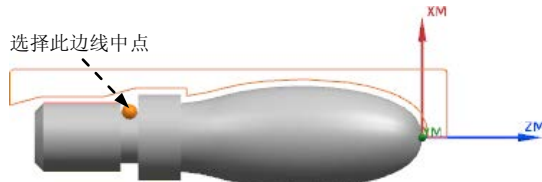

图 4.7 选择参照点
Step2. 单击**切削区域**右侧的“编辑”按钮 , 系统弹出“切削区域”对话框。在**轴向修剪平面 1**区域**限制选项**下拉列表中选择 **点** 选项; 单击“点对话框”按钮 , 在图形区选取图 4.7 所示边线的中点; 分别单击“点”对话框和“切削区域”对话框中的 **确定** 按钮, 完成切削区域的设置。